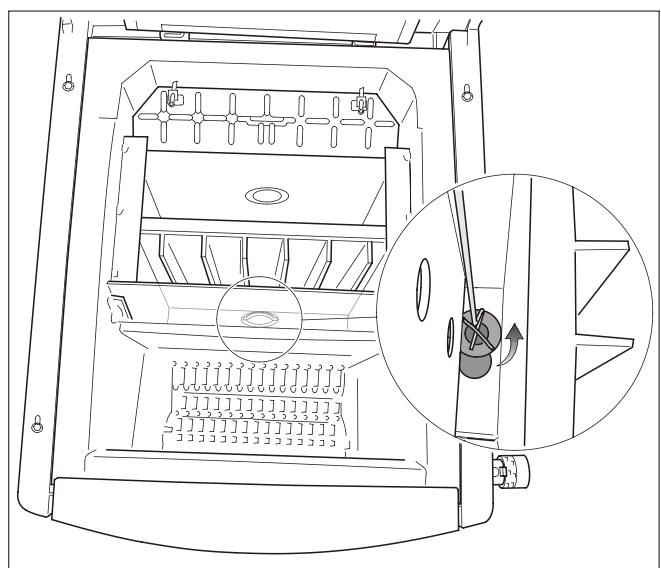

Fig. 33 Îndepărarea capacului de curățare
- ▶ Înainte de aprinderea focului verificați dacă orificiul pentru curățare situat în (→ Fig. 33, pagina 29) partea inferioară a cenușarului este închis. Cenușa este îndepărtată la curățare prin deschiderea de pe canalele de gaze.